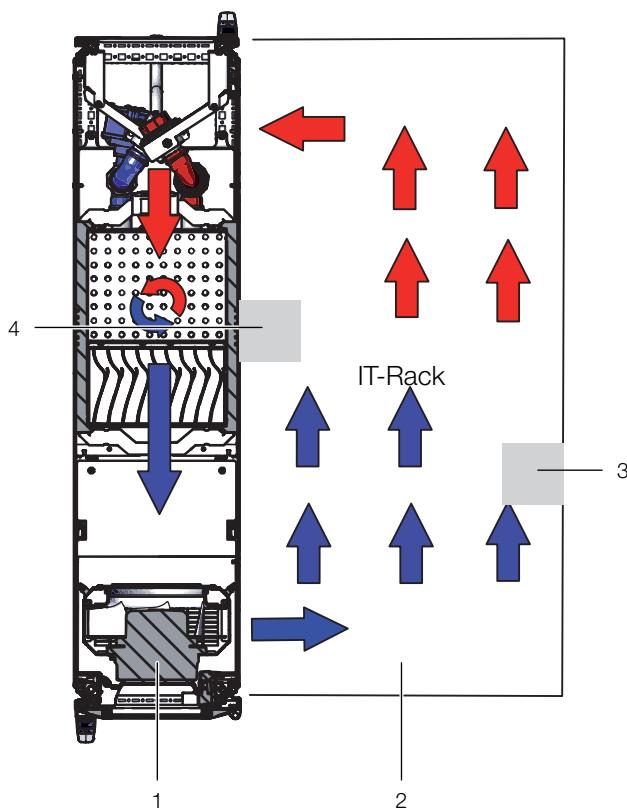

Abb. 34: Anordnung der Schaumstoffstreifen bei seitlich durchströmten Geräten (Draufsicht) – LCP Rack
- Sind im Serverschrank mehrere seitlich durchströmte Geräte eingebaut, schneiden Sie entsprechend mehrere Stücke aus dem Schaumstoffstreifen heraus, so dass sich schließlich auf der Höhe jedes seitlich durchströmten Geräts links oder rechts am Serverrack eine Aussparung im Schaumstoffstreifen befindet. Achten Sie darauf, dass sich auf der Warmluftseite der Geräte keine Aussparungen befinden (Abb. 34, Pos. 3).
- Befestigen Sie diese Schaumstoffstreifen nach hinten versetzt auf der Kaltluftseite der Geräte (Abb. 34, Pos. 4). Achten Sie darauf, die Streifen so anzubringen, dass alle in den Geräten verbauten Lüfter Kaltluft ansaugen können bzw. dass keiner der Lüfter verschlossen wird.
Die Schaumstoffstreifen können zwischen der vorderen und hinteren Stütze des Serverrack über die gesamte Tiefe an den seitlich durchströmten Geräten angebracht werden (Abb. 34).